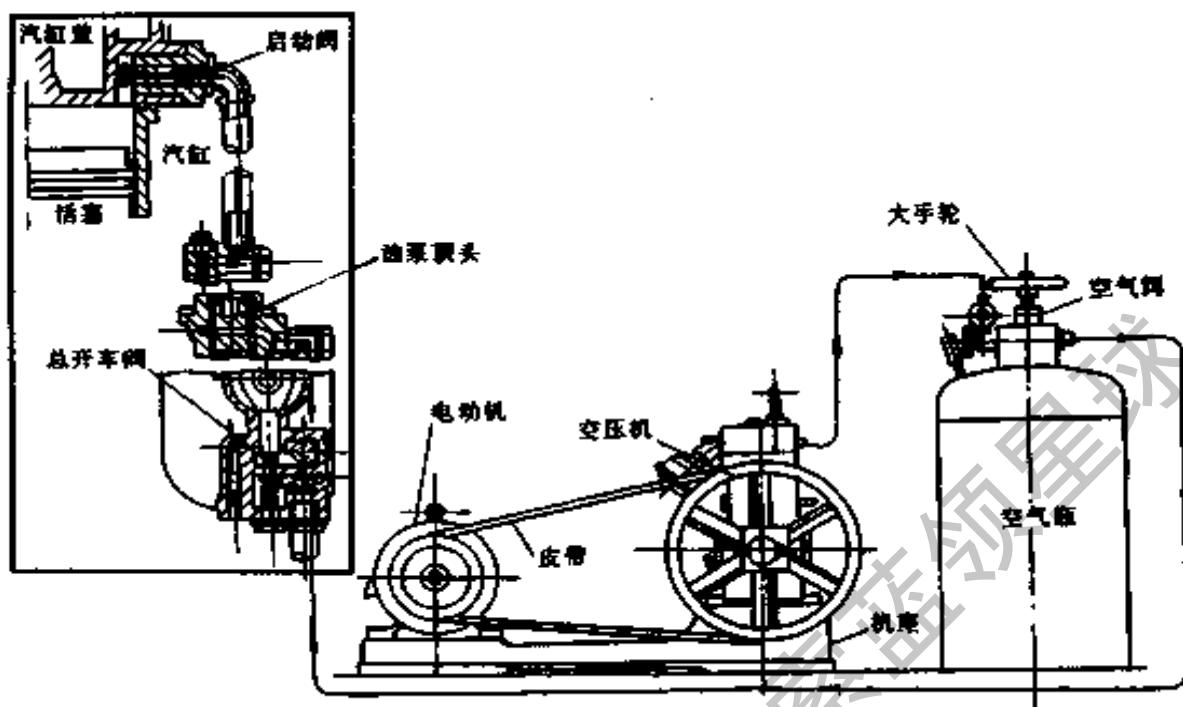

图 4-21 气启动装置系统
利用压缩空气来启动的装置如图 4-21 所示。启动用的压缩空气是由独立的空气压缩机（简称“空压机”），把空气压入空气瓶。瓶中所储藏的压缩空气，为柴油机的启动贮备了足够的用量。
(1) 电动机部分。空压机由一台 4kW 电动机通过三条三角皮带来驱动。在启动时,要将气瓶盖顶上的放气阀开启(即旋开“大手轮”,参见图 4-21),以便降低电动机的启动力矩。待空压机转速达到工作转速时,可将放气阀关闭。空压机内也有曲轴、活塞,而且是十分重要的零件之一。活塞连杆机构装置在连杆轴颈上,曲轴用两个单列向心球轴承支承着。曲轴端部装有飞轮,空压机工作之动力即由此输入。连杆和活塞组均分为高压缸和低压缸,连杆杆身成矩形断面,连杆小头与活塞是借助于圆锥销(高压缸)和螺钉(低压缸)来紧固的。活塞销和活塞销座是可以自由转动的。连杆大头轴承孔内装有低炭钢外壳,内浇